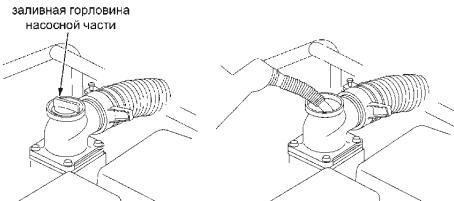

рис.4
### 3.4 Заполнение насоса водой см. рис.4
- заполнить насос, используя вспомогательную ёмкость, до края горловины, как показано на рис.4.